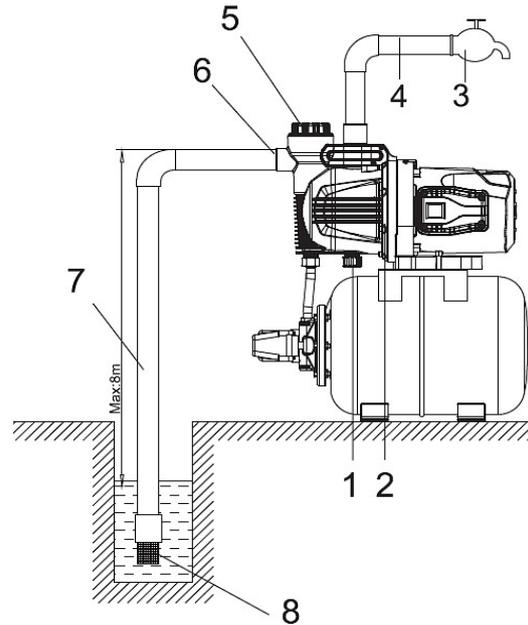

Fig. 8: Conexión de la línea de succión
Paso 2: Conecte la línea de succión (7, Fig.8). la bomba encendida. La línea de succión debe tener un diámetro interno de al menos 25 mm y debe ser resistente a las torceduras, la presión y el vacío. Mantenga la línea de succión lo más corta posible, ya que la capacidad de la bomba disminuye al aumentar la longitud.
Paso 3: Monte la línea de succión (7, Fig.8) en-ascendente y como máximo con una curva hacia la bomba para evitar bolsas de aire.
Paso 4: Coloque la válvula (8, Fig.8) al final de la línea de succión en el agua (aprox. 30 cm del suelo) y asegúrese de que siempre haya un suministro de agua suficiente.
La línea de presión (4, Fig.8) transporta el líquido a bombear desde la bomba hasta el punto de uso. Para evitar pérdidas de caudal, se recomienda utilizar una línea de presión que tenga al menos el mismo diámetro que la conexión de presión de la bomba.
Paso 1: Retire el tapón roscado de la entrada boca de llenado (5, Fig. 8) y vierta agua limpia hasta que la bomba esté completamente llena de agua.
Paso 2: Cierre el cuello de llenado (5, Fig.8) de nuevo con el tornillo de bloqueo.